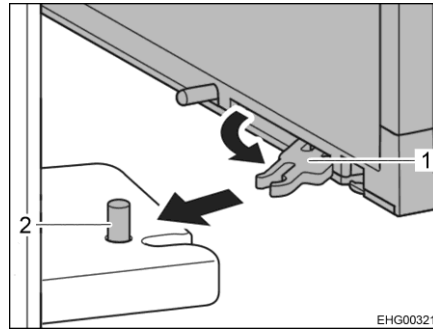

Bild 118 Lås till kylskåpsdörr
- Fäll ut distansdelarna (Bild 118,1) på insidan av kylskåpsdörren upp till och ned till och dra dem framåt.
- Låt vardera distansdel haka fast i bulten (Bild 118,2).